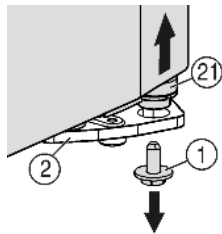
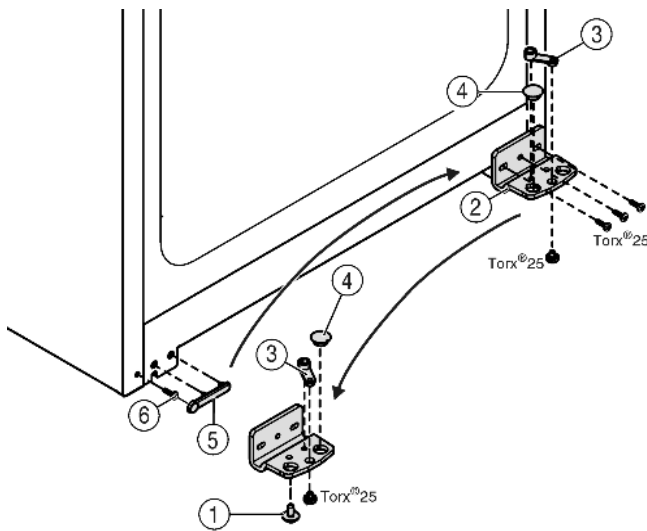

Fig. 4
Fig. 5
- ▶ Dévisser la vis de blocage du support d'appui Fig. 4 (1) en bas à droite.
- ▷ Le pivot d'appui Fig. 4 (21) se desserre du support d'appui Fig. 5 (2).
- ▶ Si le pivot d'appui Fig. 4 (21) ne se débloque pas poussez-le par le bas.
- ▶ Dévisser le support d'appui Fig. 5 (2).
- ▶ Dévisser l'élément pivotant Fig. 5 (3) et le permuter dans le trou opposé du support d'appui, revisser à fond.
- ▶ Retirer le bouchon Fig. 5 (4) du support d'appui et le placer dans le trou du côté opposé au support d'appui.
- ▶ Retirer le cache Fig. 5 (5) côté poignée avec précaution.
- ▶ Retirer la vis Fig. 5 (6) et la revisser sur le côté opposé.
- ▶ Remettre en place le cache Fig. 5 (5).
- ▶ Revisser le support d'appui Fig. 5 (2) sur le nouveau côté charnière, en utilisant une visseuse sans fil si nécessaire, avec un couple de serrage de 4 Nm.
- ▶ Visser la vis d'arrêt Fig. 4 (1) en bas dans le pivot d'arrêt et la serrer à fond (avec 4 Nm).